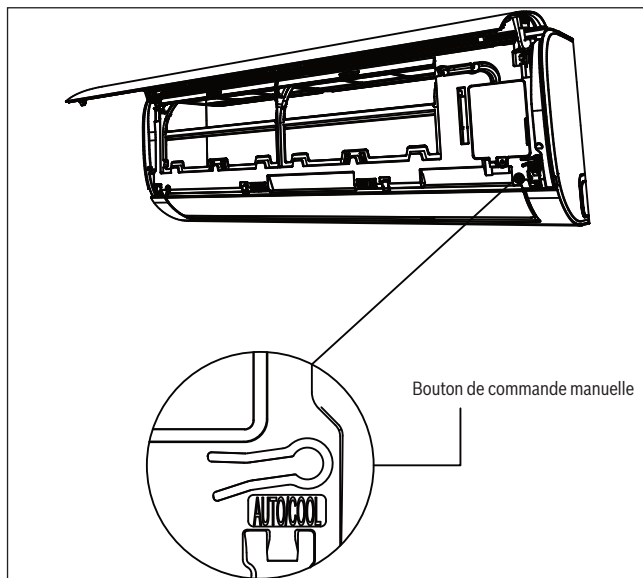

Fig. 42.
- Le bouton CONTROLE MANUEL se trouve sur le côté droit de l'unité. Appuyer dessus 2 fois pour sélectionner la fonction refroidissement (COOL). Voir **fig. 42**.